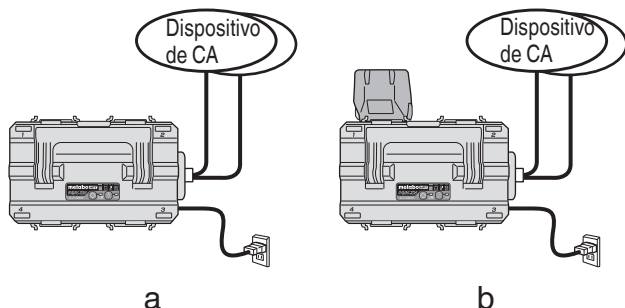

Fig. 9
(1) Selección de la configuración de uso
- Uso de un dispositivo de CA con alimentación de una toma de corriente. (Fig. 9-a)
- Uso de un dispositivo de CA y carga de una batería con la alimentación suministrada desde una toma de corriente. (Fig. 9-b)